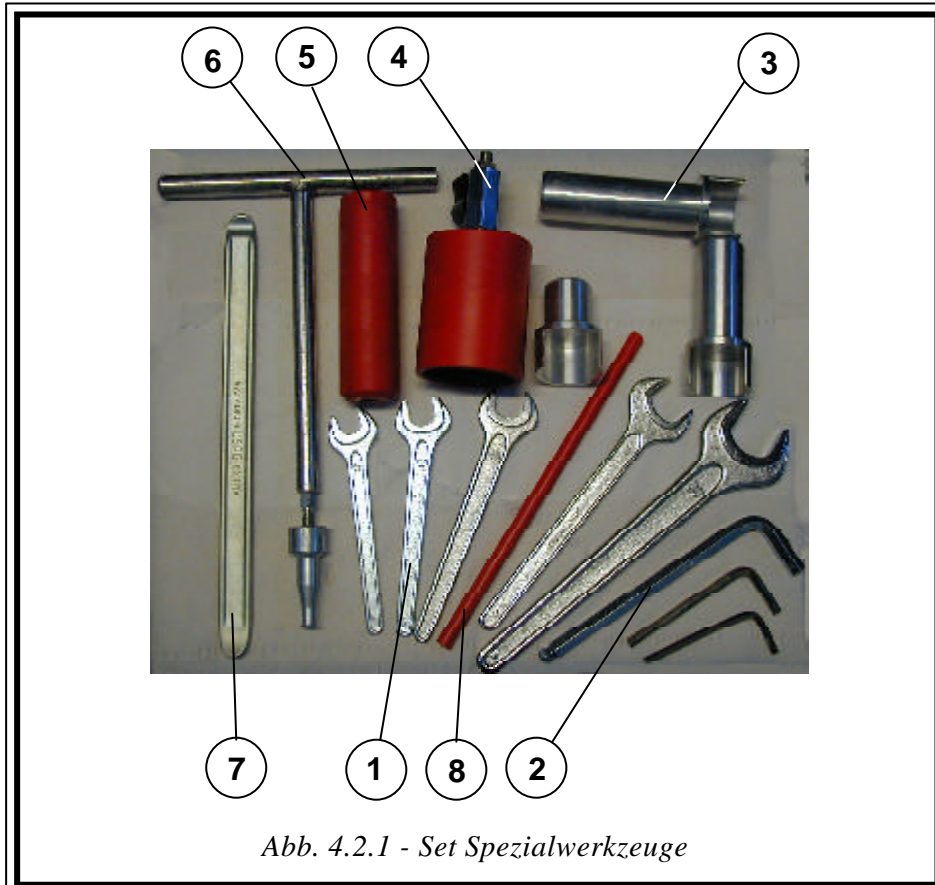
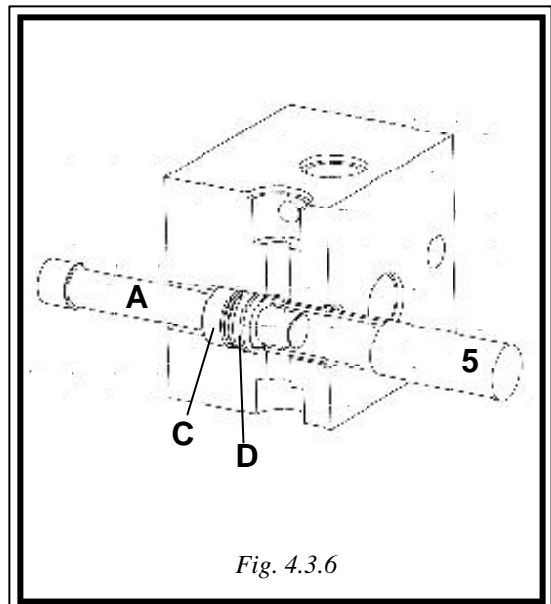

Abb. 4.2.1 - Set Spezialwerkzeuge
Fig. 4.3.6
- Den Kit zur Ausziehung der Kolben „3“, Fig.4.2.1. Der Kit besteht aus einer Serie von Verlängerungen.
- Siehe Fig. 4.3.6, durch Benutzung des Einführers Rif. 5 Fig. 4.2.1, die verschiedenen Ringe welche aus der Dichtung CH „D“ bestehen in den Kopft 3-4 cm einführen.
- Siehe Fig. 4.3.6, nachdem die einzelnen Ringe eingeführt sind mit dem entsprechenden Einführer der letzte Ring a „V“ muß mit Druck auf dem Einführer eingesetzt werden (eventuell mit leichten Hammerschlägen nachhelfen) das Dichtungspaket CH in die vorher eingeführte Buchse einsetzen.